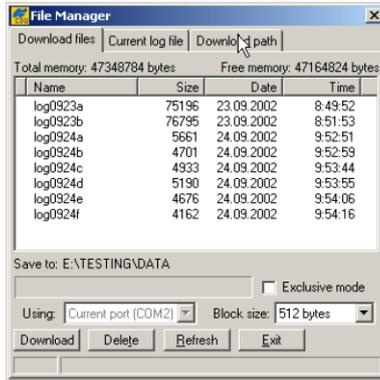

Figura 5-10. Ricerca dei file da scaricare
3. Fare clic su **File ► File Manager**, quindi fare clic sulla scheda **Download path** nella finestra di dialogo *File Manager* (Figura 5-10).